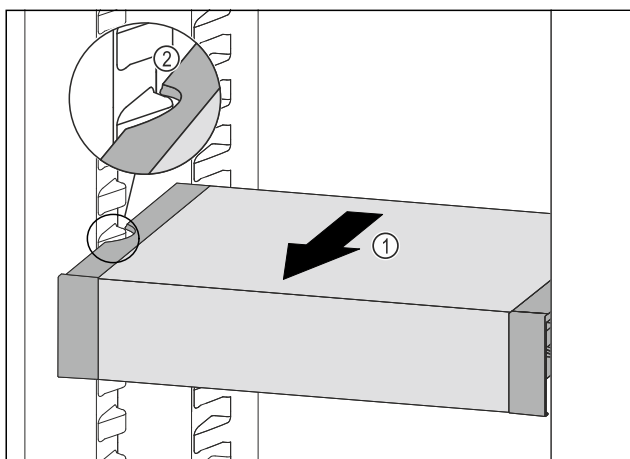

Fig. 132
- ▶ VarioSafe pociągnąć w przód Fig. 132 (1), aż boczne wycięcia szuflady VarioSafe będą się znajdować na wysokości żeber pojemnika w chłodziarce. Fig. 132 (2)